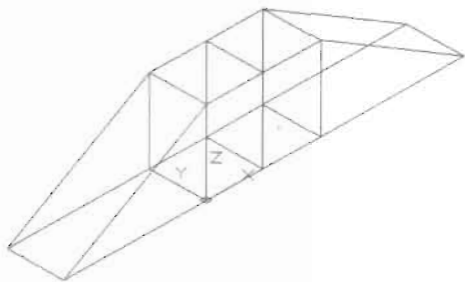

图 14-33
(5) 执行“绘图>建模>楔体”菜单命令, 绘制如图 14-33 所示的楔形体, 命令执行过程如下。
指定第一个角点或 [中心(C)]: `//捕捉如图 14-33 所示的端点`